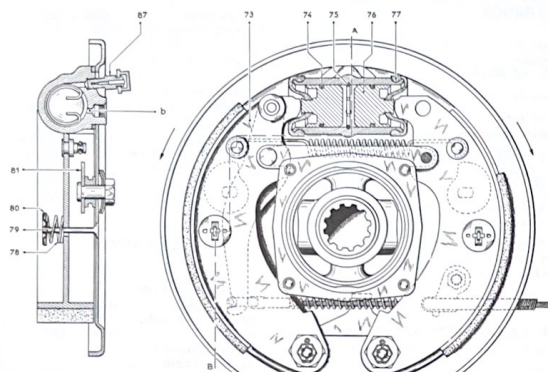

Fig. 8.1.-Mecanismo de freno delantero. La figura de la izquierda representa un corte según AB.
8.3.2.0. Desmontaje de las zapatas de freno (fig. 8.1 y 4.2)
b) Retirar las cazoletas de retención (80, fig. 8.1) de los muelles de apoyo de las zapatas (util 3556 - T, especie de horquilla con puntas afiladas y abiertas), girándolas un cuarto de vuelta para liberarlas de la varilla-guía. Retirar las varillas-guía (79) y los muelles (78).
8.3.2.1. Montaje de las zapatas de freno (fig. 8.1 y 4.2).
d) Montar las varillas-guía (79, fig. 8.1), los muelles de apoyo (78) y las cazoletas de retención (80), fijándolas entre sí al girar las cazoletas un cuarto de vuelta (útil 3556-T).